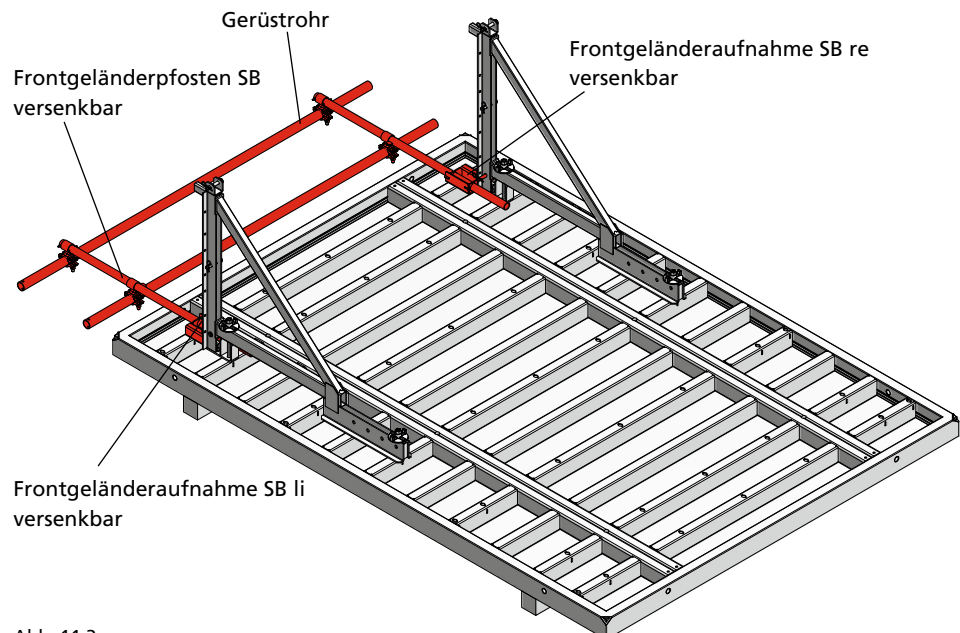

Abb. 11.3
4. Dann werden 2 in der Länge passende Gerüstrohre 48,3 an den Frontgeländerpfosten SB versenkbar befestigt (Abb. 11.3 und Seiten SB-6 und SB-7).